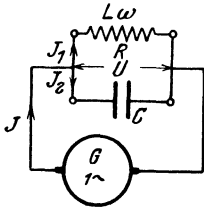

Abb. 166. Parallelschaltung von Spule und Kondensator.
260. Der Kondensator von  $20 [40] \mu\text{F}$  und die Spule von  $0,5 [0,4] \text{ H}$  und  $10 [8] \Omega$  der Aufgabe 258 werden parallelgeschaltet und an eine Spannung von  $U = 1000 \text{ V}$  und  $60 \text{ Hertz}$  angeschlossen, wie Abb. 166 zeigt.
**262.** Ein Motor (Spule), der an 500 V und 60 Hertz angeschlossen ist, nimmt 2000 [1800] W bei einem Leistungsfaktor 0,5 auf. Um den Leistungsfaktor des Werkes auf 0,8 zu erhöhen, schaltet man parallel zum Motor einen Kondensator. (Schaltungs-schemata Abb. 166.) Gesucht wird: